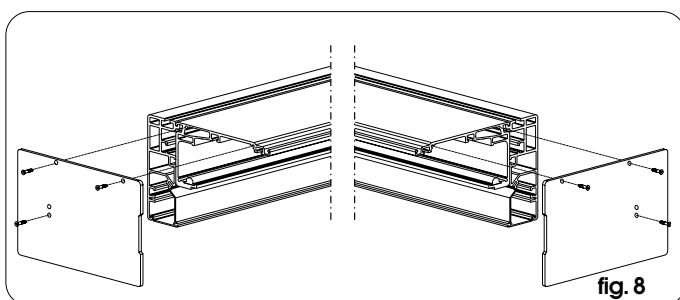
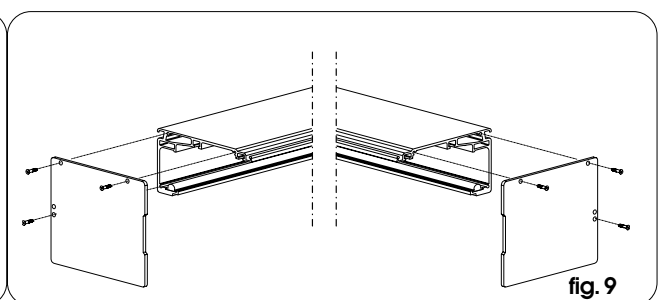

fig. 8
fig. 9
• Breng de zij-elementen aan zoals op fig. 8 en fig. 9.